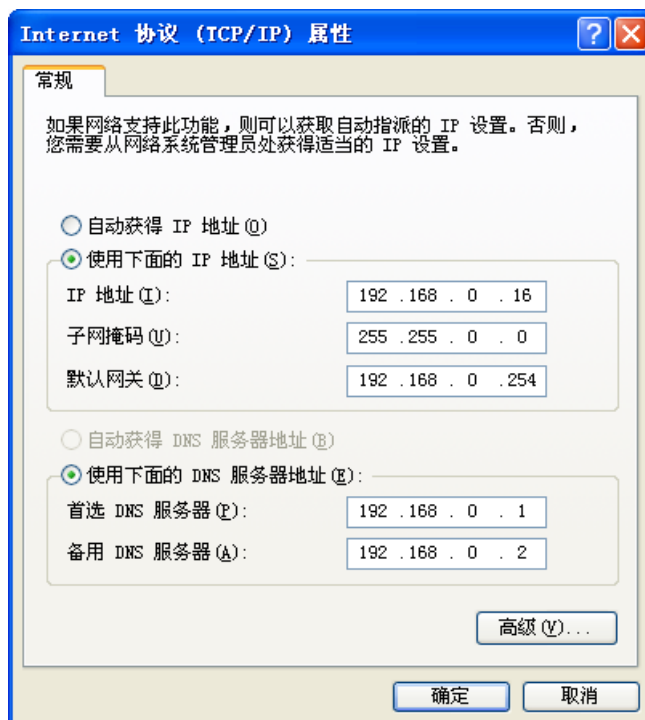

图 2.15 设置 PC 机 IP 地址
3. 设置 PC 机的 IP 地址，如图 2.15 所示。用户也可以设置其它 IP 地址，但必须保证 Windows CE 与 PC 机 Windows 的 IP 地址在同一个网段。